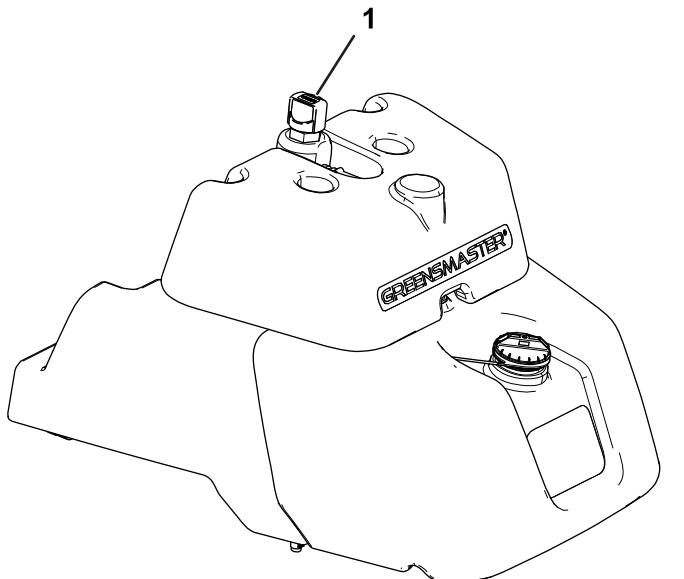

Figura 42
2. Individuate l'asta di livello nella parte superiore del serbatoio idraulico principale (Figura 42) e passate al punto 3